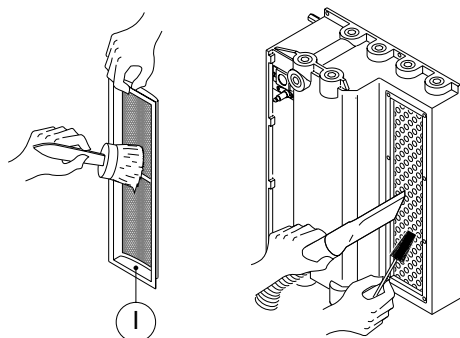

fig. 12
- La pulizia del bruciatore (partic. I fig. 12) si esegue nella parte interna dello stesso; **Attenzione** a non danneggiare la parte esterna del bruciatore; durante la pulizia sostenerlo in una posizione adeguata.